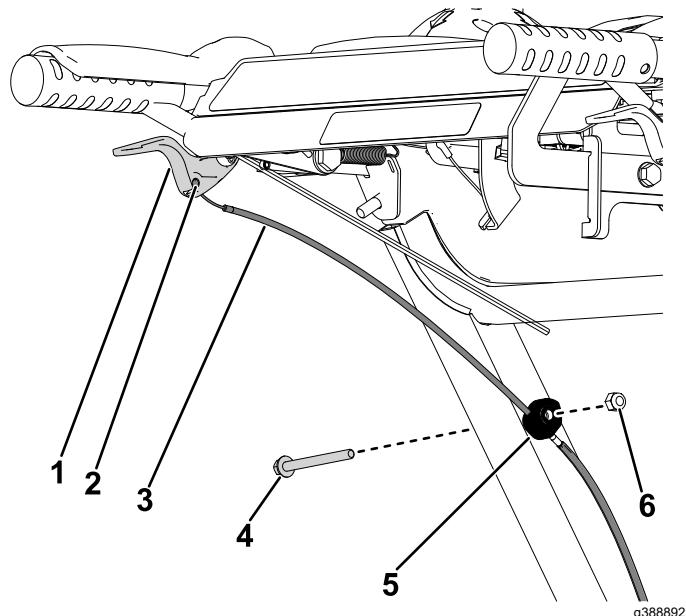

Figura 25
7. A partir do lado esquerdo da máquina, engate o cabo da embreagem na alavanca da embreagem (Figura 25). Repita no lado direito.
8. A partir do lado esquerdo da máquina, instale a abraçadeira de cabos no tubo inferior do cabo e prenda-a com o parafuso ($\frac{1}{4}$ x $2\frac{3}{4}$ pol.) e a porca ($\frac{1}{4}$ pol.) (Figura 25). Repita no lado direito.